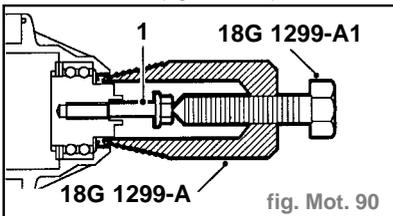

fig. Mot. 90
- Déposer le boîtier de commande hydraulique et déposer la plaque d'étanchéité (2).
- Déposer les 2 joints à labyrinthe et le joint de crémaillère de la plaque d'étanchéité et les jeter (3).
- Poser le boulon (1) du pignon d'arbre à cames sur le mécanisme de calage variable avant (fig. Mot. 90).